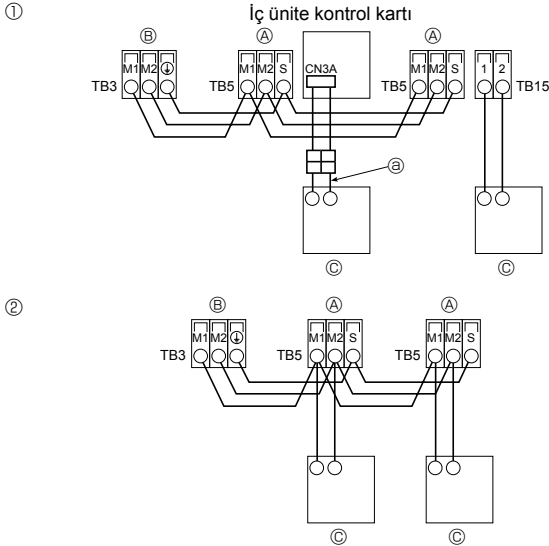

Fig. 7-3
7.4. Uzaktan kumanda ünitesi, iç ve dış iletim kablolarının bağlanması (Fig. 7-3)
① MA Uzaktan kumanda ünitesi
② M-NET Uzaktan kumanda ünitesi